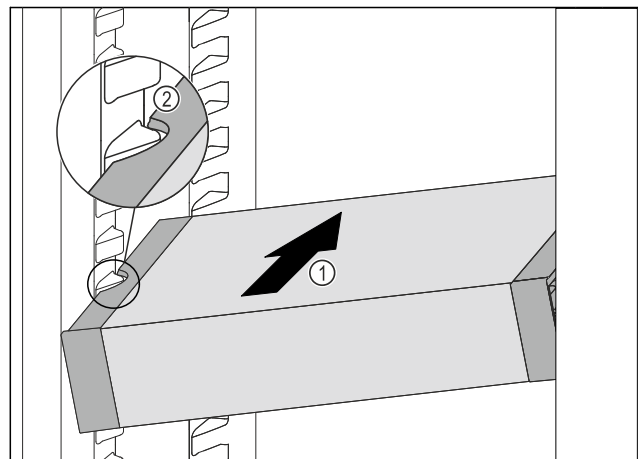

Fig. 119
- ▶ Вдвигайте VarioSafe под наклоном в холодильное отделение *Fig. 119 (1)*, пока боковые выемки *Fig. 119 (2)* VarioSafe не окажутся на высоте выступа резервуара в холодильном отделении.